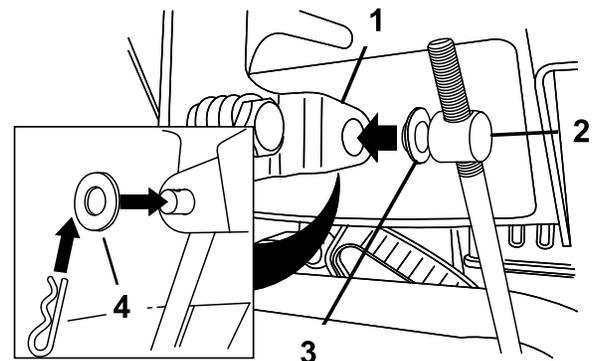

Bild 11
- Entfernen Sie den Splint und die äußere Scheibe vom Drehzapfen am oberen Ende des Geschwindigkeitseinstellgestänges (Bild 11).
Hinweis: Lassen Sie die Flachscheibe auf dem Drehzapfen, um den Einbau zu vereinfachen (Bild 11).
- Heben Sie das Geschwindigkeitseinstellgestänge an und setzen Sie den Drehzapfen in das Loch im Geschwindigkeitsschalthebel (Bild 11).
- B. Schließen Sie den Drehzapfen vom Geschwindigkeitsschalthebel ab (Bild 11).
- C. Drehen Sie den Drehzapfen auf der Geschwindigkeitsschaltstange nach unten (nach rechts) (Bild 11).
D. Schließen Sie den Drehzapfen am Geschwindigkeitsschalthebel an (Bild 11).
- C. Drehen Sie den Drehzapfen auf der Geschwindigkeitsschaltstange nach oben (nach links) (Bild 11).
- D. Schließen Sie den Drehzapfen am Geschwindigkeitsschalthebel an (Bild 11).